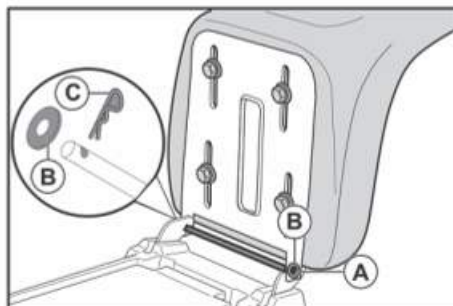

Рис. 10
Установка сиденья (Рис.10).
- Удерживая кресло сиденья в вертикальном положении, наденьте шайбу (B) на конец вала (A), затем последовательно вставьте вал (A) в проушину кронштейна и в отверстие для крепления кресла. Наденьте шайбу (B) на вал (A), а затем вставьте шплинт (C) в отверстие в валу (A), чтобы закрепить его (Рис. 10)